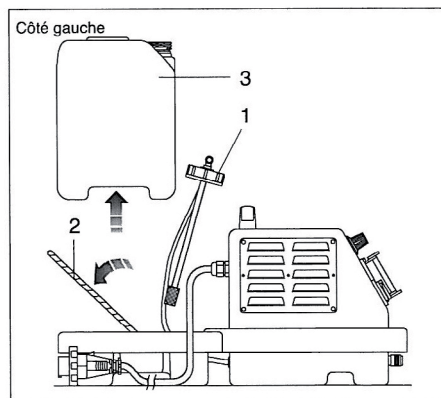

FIG.12 (Remplissage du réservoir d'eau)
- 1) Dévisser le bouchon du réservoir (**FIG.12-Réf.1**) et l'extraire;
- 2) Déplacer l'élastique (**FIG.12-Réf.2**) et soulever le réservoir (**FIG.12-Réf.3**);
- 4) Replacer le réservoir et le bloquer par l'élastique (**FIG.12-Réf.2**);
- 5) Visser le bouchon du réservoir (**FIG.12-Réf.1**).